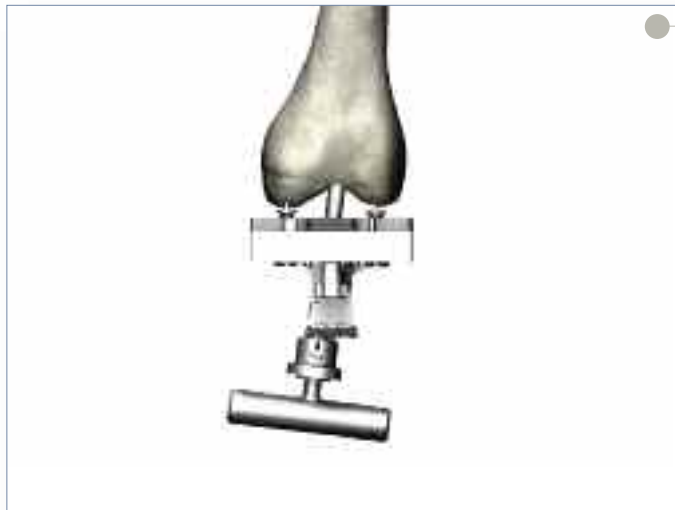

Figura 5
- ▶ Coloque la barra con mango en T de 5/16 pulg. por la guía de alineación femoral e introduzca el conjunto en el orificio intercondíleo de la broca (**Figura 5**). Haga avanzar la barra lentamente por el canal intramedular. Puede conectar una fuente de aspiración al conector para aspiración de la barra, a fin de reducir la posible presurización excesiva del canal.